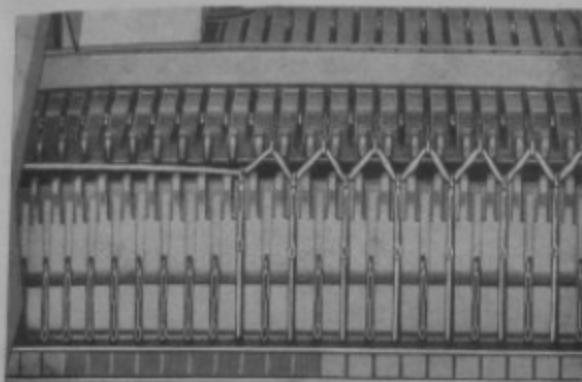

Рис. 22
- Каретки для образования ряда петель продвинуть с правой стороны на левую (рис. 22).